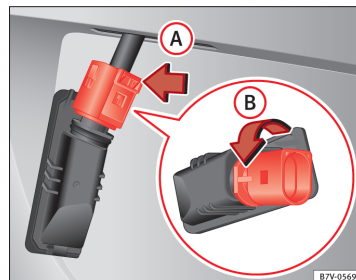

Fig. 150 Éclairage de la plaque d'immatriculation : dépose du support d'ampoule ▶
3. Sur le verrouillage du connecteur, appuyez ⇒ **fig. 150** dans le sens de la flèche **(A)** et tirez sur le connecteur.